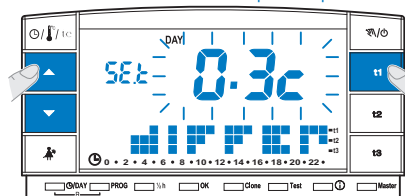

fig. 36
- Premere il tasto **t1** sino alla comparsa sul display del valore lampeggiante del differenziale esistente (esempio in fig. 36 - impostazione di fabbrica **0.3c**).
- Modificare il valore (da 0,2 a 0,7) agendo sui tasti ▲▼ (esempio in fig. 36).